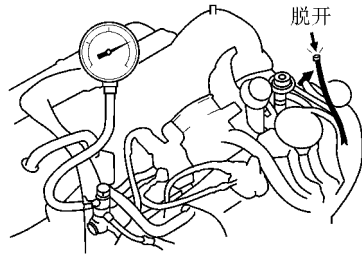

图 2-87 脱开负压软管用塞子
- ①燃油软管及其连接情况。
- ②输油泵。
- ③燃油滤器。
- ④压力调节器。
7) 从压力调节器上脱开负压软管，并用塞子将其塞住，然后测量怠速时的燃油压力，如图 2-87 所示。